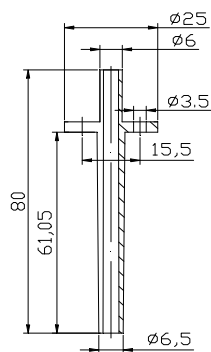
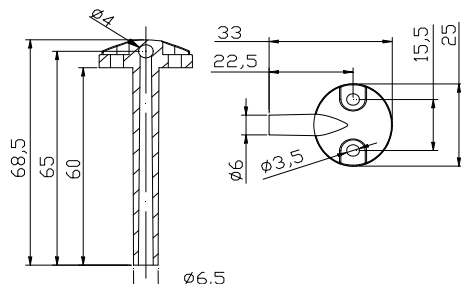

图 5: 连接件 1
图 6: 连接件 2
1. 先安装连接附件，附件如图 5 或图 6。每个附件用 2 枚螺丝固定安装在现场引压处，较长端(约 60mm)插入引压处。要注意插入后需要将开孔缝隙重新密封，以免系统漏气。